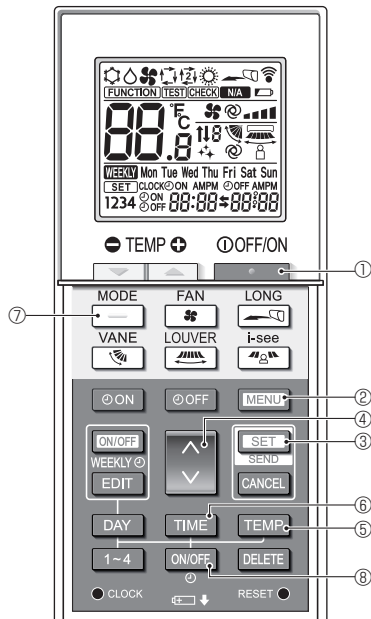
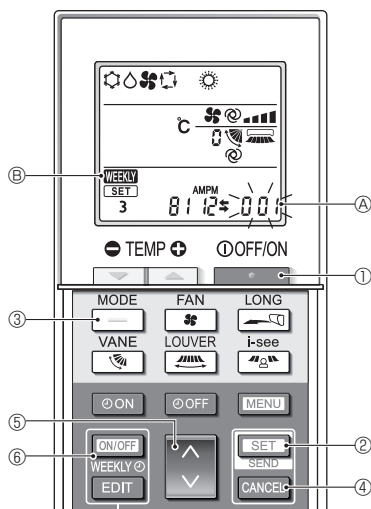

Fig. 4-7
Fig. 4-9
- กดปุ่ม **⏻** ① เพื่อหยุดทำงานเครื่องปรับอากาศ
- กดปุ่ม **MENU** ②
- หน้าจอการตั้งค่าฟังก์ชันจะแสดงขึ้น และหมายเลขฟังก์ชัน **Ⓐ** จะกะพริบ (Fig. 4-7)
- กดปุ่ม **SET** ③
- กดปุ่ม **ON/OFF** ⑧
- แต่ละครั้งที่กดปุ่ม **ON/OFF** ⑧ การตั้งค่าจะสลับระหว่าง **ON** และ **OFF**
- ฟังก์ชัน No **Ⓐ** จะกะพริบ (Fig. 4-7)
- กดปุ่ม **MENU** ②.
4.9.8. การยกเลิกการทำงานในโหมดอัตโนมัติ (Fig. 4-9)
- หากเปิดการตั้งค่าเวลาเป็นรายสัปดาห์ กดปุ่ม **ON/OFF WEEKLY** ⑥ เพื่อปิดการตั้งค่าเวลา (**WEEKLY** ⑥ จะหายไป)
- กดปุ่ม **SET** ② นาน 5 วินาที
- กดปุ่ม **⬆** ④
- การตั้งค่าให้เสร็จสมบูรณ์ (Fig. 4-9)